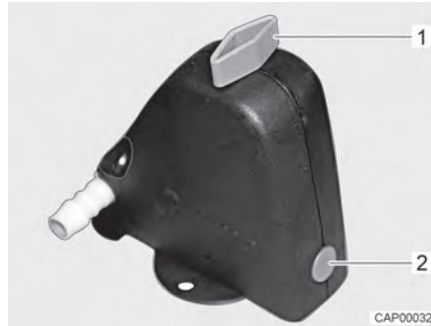
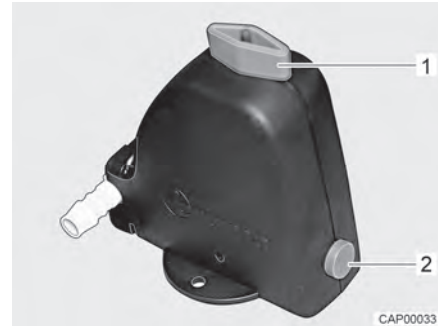

Bild 111 Sicherheits-/Ablassventil geschlossen
Bild 112 Sicherheits-/Ablassventil geöffnet
- Sicherheits-/Ablassventil (Bild 111) öffnen. Dazu Drehknopf (Bild 111,1) längs zum Sicherheits-/Ablassventil drehen. Der Druckknopf (Bild 111,2) springt heraus. Das geöffnete Sicherheits-/Ablassventil ist in Bild 112 dargestellt.